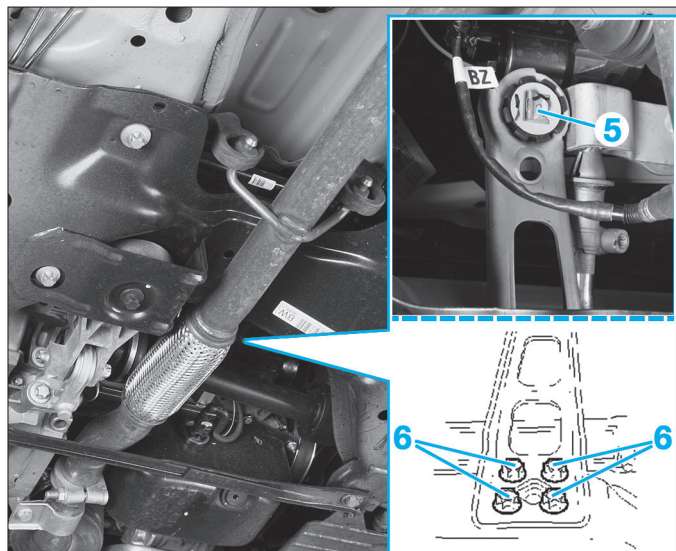

Fig. 8
- De chaque côté, déposer les biellettes de barre stabilisatrice (4).
- Déposer le support du renvoi de changement de vitesses ; pour cela (Fig.8) :
- enlever l'agrafe (5),
- déposer les vis (6).